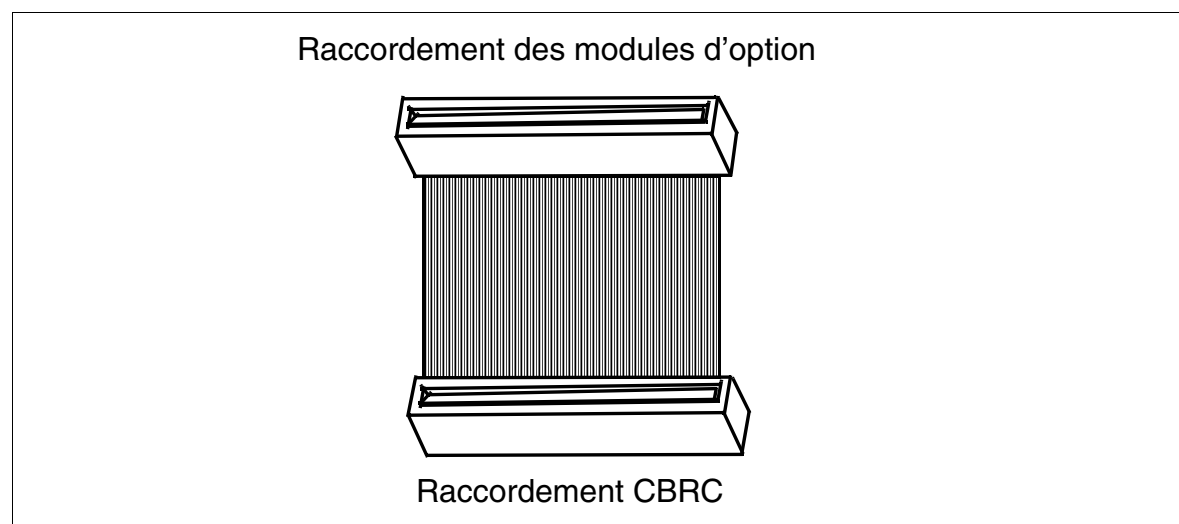

Figure 3-149 OPALR (C39195-A7001-B142)
- OPALR (**O**ptions**a**dapter**k**abel **L**ang **R**ack) C39195-A7001-B142 (figure 3-149) - pour le montage dans HiPath 3500 et HiPath 3300 (boîtier 19").